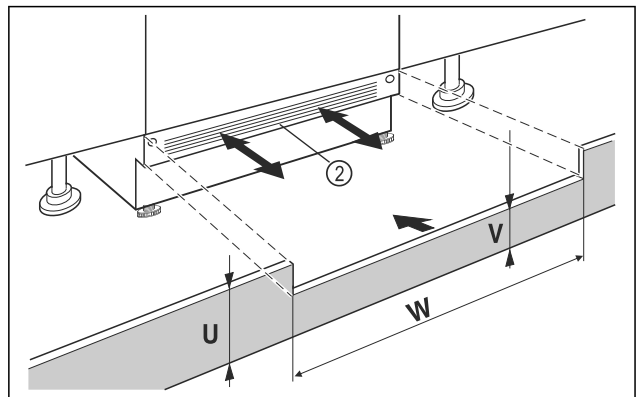

Fig. 38 Représentation à titre d'exemple
- Mettre le panneau de socle de l'appareil Fig. 38 (2) en place sans le fixer.
- Si le panneau de socle est visible Fig. 38 (2), le tirer vers l'avant de sorte à aligner l'avant de la grille d'aération et du panneau de socle du meuble.
- Si le panneau de socle est dissimulé Fig. 38 (2), le pousser entièrement vers l'arrière.
- ▶ Veiller à ce que les fentes d'aération soient complètement dégagées : si nécessaire, couper le panneau de socle du meuble Fig. 38 (U) en hauteur !
- ▶ Ajuster la hauteur de la traverse Fig. 38 (V) sous le panneau de socle de l'appareil Fig. 38 (2) sur la largeur de la niche Fig. 38 (W).